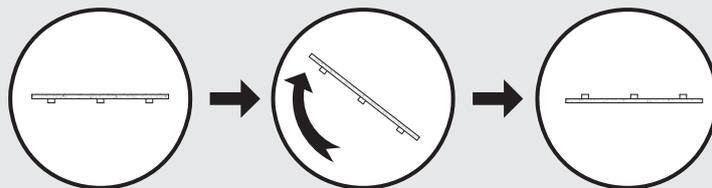

ABB. 7
**7:** Nach dem Auseinandernehmen der beiden Hälften wird das Deckensegel gewendet, sodass die Schienen nach oben weisen (Abb. 7). Achten Sie darauf, die Plattenkanten nicht zu beschädigen.